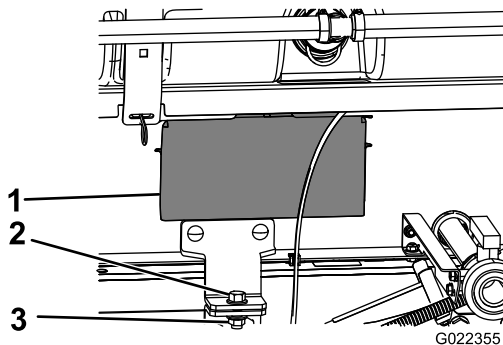

図 36
5. スキッドフレームの両側についているアクセスパネルを外す (図 36)。
8. タンク台アセンブリをフレームの左右にある荷台ブラケットに固定する ボルト $\frac{1}{2}$  x  $1\frac{1}{2}$ "1本、ロックナット $\frac{1}{2}$ "1個を使用して 図 36 のように取り付ける。